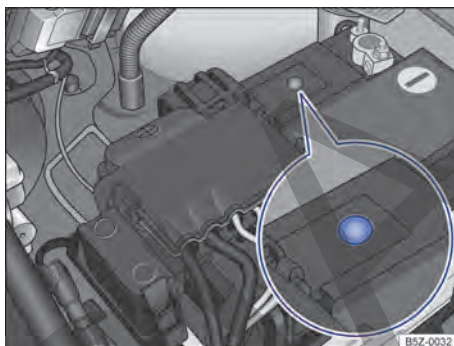

Fig. 199 En el compartimento del motor: ejemplo de posición del visor en el lado superior de la batería del vehículo.
- El visor redondo → fig. 199 en la parte superior de la batería del vehículo cambia de color dependiendo del nivel del electrólito.